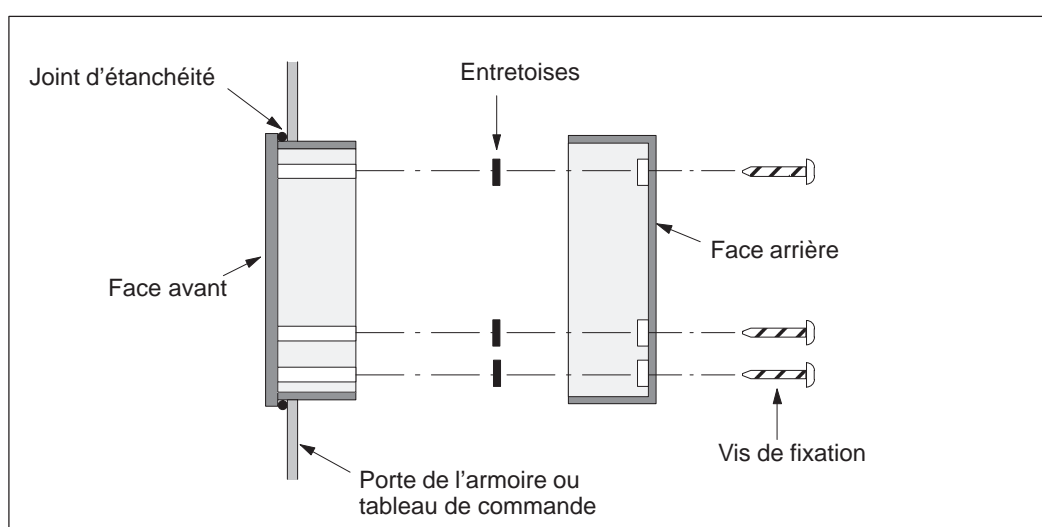

Figure 1-4 Positionnement des entretoises
Entretoises	Des entretoises adhésives sont fournies pour fixer le TD 200 sur la surface de montage. Cf. figure 1-4.
2. Placez les entretoises sur les perçages à l'intérieur de la face arrière. Les entretoises maintiennent le TD 200 en place lorsqu'il est remonté. Cf. figure 1-4.
Tenez compte des points suivants et de la figure 1-4 pour terminer le montage du TD 200.